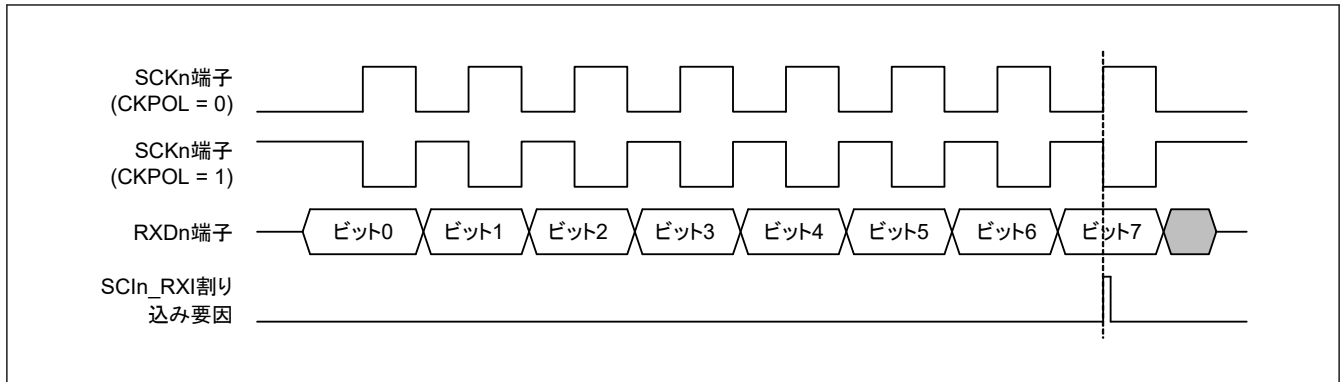

図 25.78 簡易 SPI モードにおける SCIIn\_RXI 割り込みの発生タイミング (クロック遅れあり)
- クロック遅れあり (SPMR.CKPH ビット = 1) では、図 25.78 に示すように、SCKn 端子の最終クロックエッジ手前のクロックエッジで受信データフル割り込み (SCIIn\_RXI) が発生します。SCR レジスタの TE ビットと RE ビットを SCKn 端子の最終クロックエッジより前に 0 にすると、SCKn 端子出力がハイインピーダンスとなり、送受信クロックの最後のクロックパルス幅が短くなります。また、SCIIn\_RXI 割り込みの発生によって、SCKn 端子の最終クロックエッジより前に接続先スレーブの SSn 端子入力信号が High になった場合、スレーブが誤動作する可能性があります。